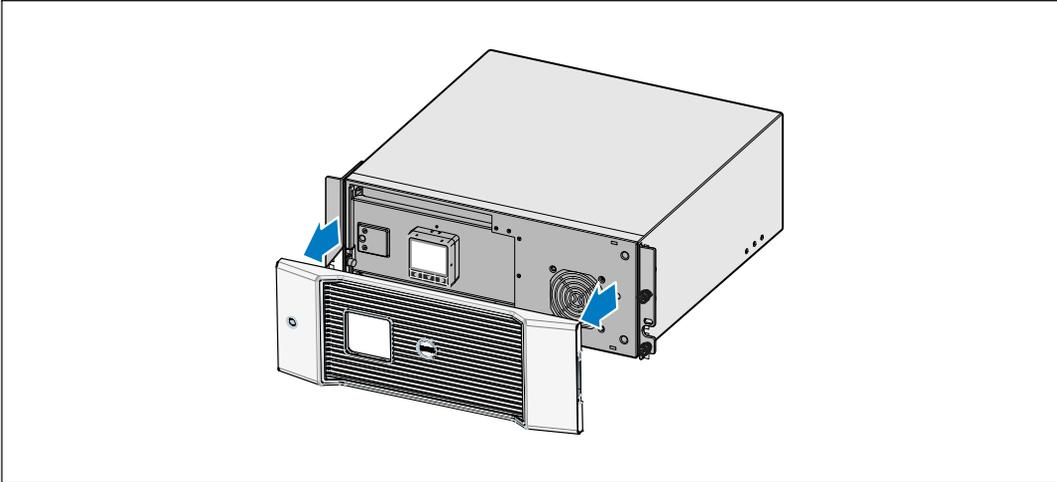

Figura 27. Cómo extraer la cubierta frontal de la UPS
- 3 Retire la cubierta frontal de la UPS (consulte la Figura 27).